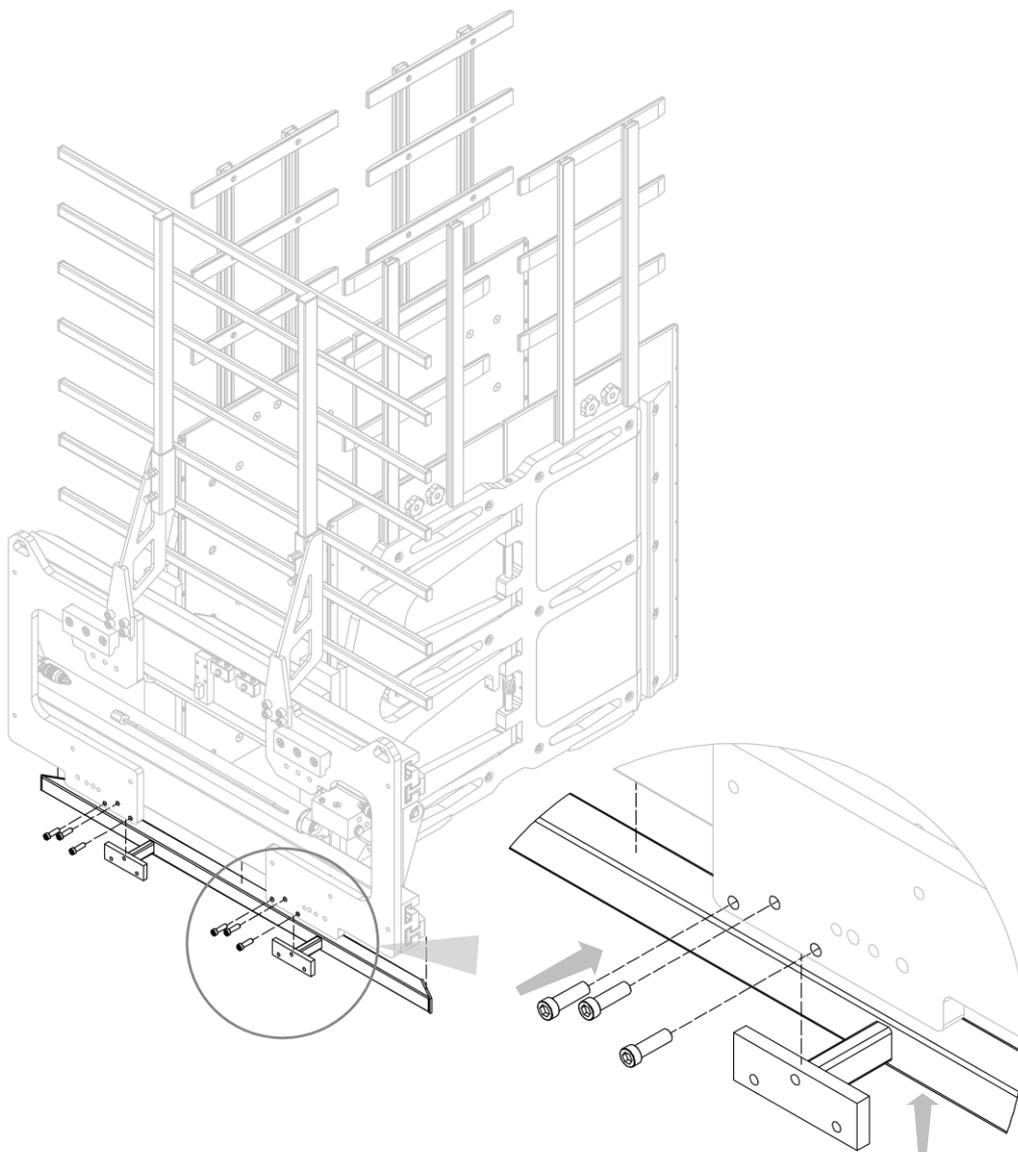

Abbildung 62
3. Schrauben Sie den unteren Lastschieber ab (siehe *Abbildung 62*).